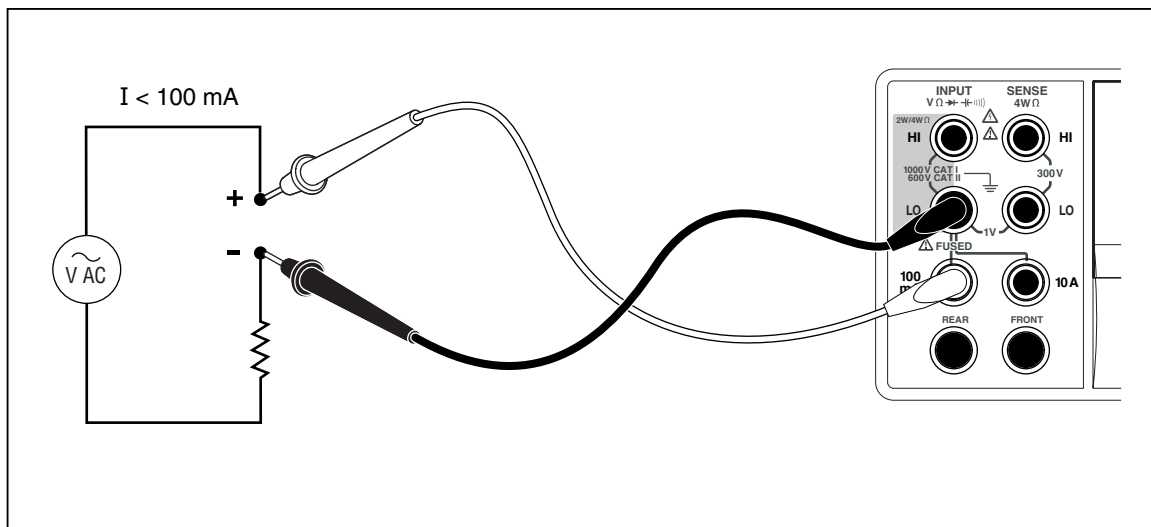
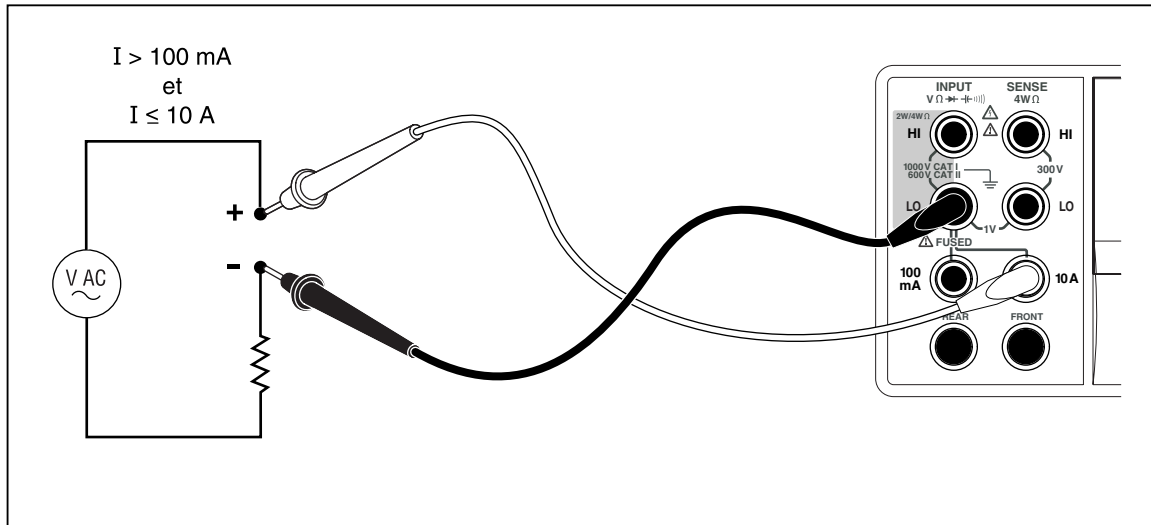

Figure 4-4. Branchements d'entrée pour les mesures de courant inférieures à 120 mA
Figure 4-5. Branchements d'entrée pour les mesures de courant supérieures à 120 mA
Le multimètre est capable d'effectuer des mesures de courant alternatif et continu jusqu'à 10 A. Deux connecteurs d'entrée distincts, en association avec le connecteur **LO**, sont utilisés pour les mesures de courant. Pour une résolution optimale, les mesures de courant ne dépassant pas 100 mA doivent être effectuées en utilisant les connecteurs d'entrée **LO** et **mA** conformément à la figure 4-4.
Les mesures de courants prévues entre 120 mA et 10 A sont effectuées à l'aide des connecteurs d'entrée **Input LO** et **10A** conformément à la figure 4-5.
1. Reliez les cordons de mesure entre les connecteurs d'entrée du multimètre et le circuit mesuré conformément à la figure 4-4 pour les courants égaux ou inférieurs à 120 mA, ou à la figure 4-5 pour les courants jusqu'à 10 A.
1. Reliez les cordons de mesure entre the connecteurs d'entrée du multimètre et le circuit mesuré conformément à la figure 4-4 ou à la figure 4-5, selon le niveau de courant anticipé.